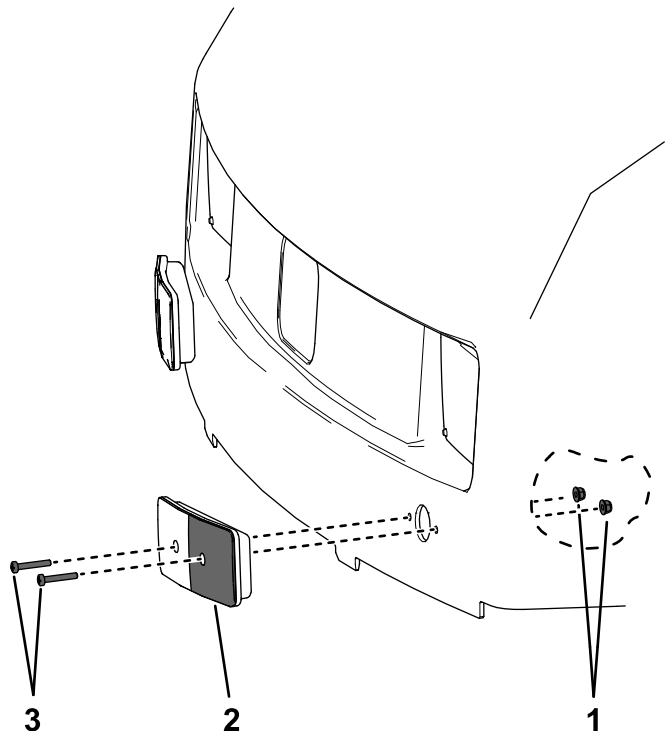

Bild 21
1. Entfernen Sie die 4 Kreuzschlitzschrauben und Muttern, die die Blinklichter an der Motorhaube befestigen (Bild 21).